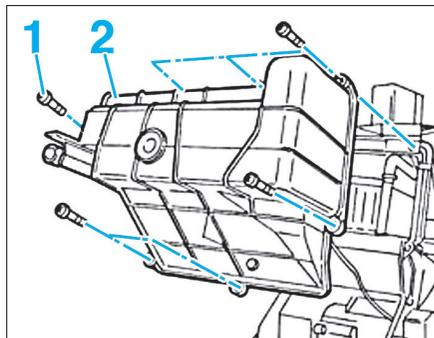

FIG. 15
- Déposer les vis de fixation (1), puis extraire le collecteur de condensation (2) (Fig.15).